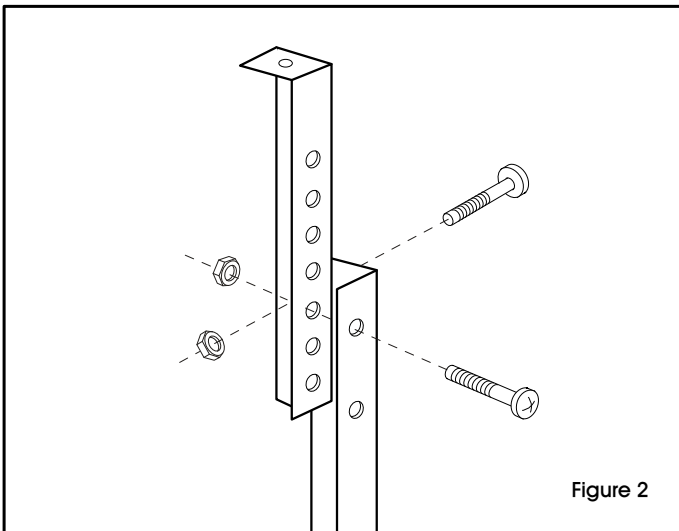

Figure 2
3. Attach adjustable feet to inside of legs at desired height. Only bolt the top 2 holes on each leg using 2 large bolts and 2 large nuts. (See Figure 2)
Fixez les pieds ajustables à la hauteur désirée, à l'intérieur des pattes. Boulonnez seulement les 2 trous du haut pour chaque patte, en utilisant 2 grands boulons et 2 grands écrous. (Voir la figure 2)